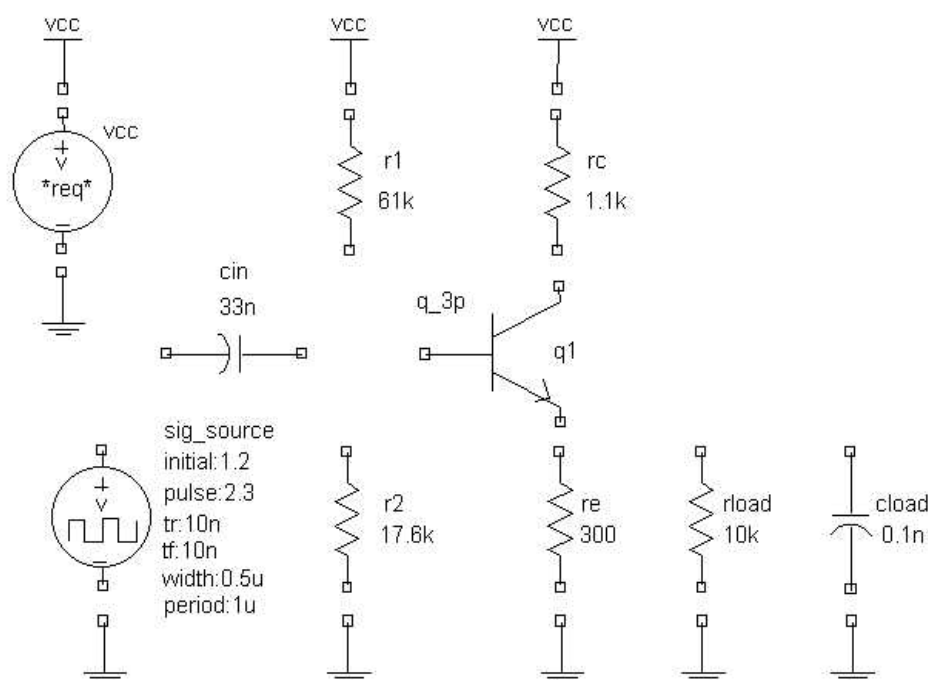

图 4 单级晶体管放大器符号属性值
一旦所有部件均在原理图上布局，你可在每个符号上设定本设计专用的属性值。图 4 表示了要用的一些参数。
- 5) 例如，将光标放在图 4 中所示 rload 字段的端部，并用 10k 替换 *opt*。
- 2) 如表一所示填充 Property Editor 对话框中的字段。表格中的符号参数值对应于图 4 所示的参考值。在改变参考值以前，它们已具有 ref 值如 v1,res1,c1 等。如果在 Property Editor 中出现的参数在表中未列出，请不要改变它的内定值。